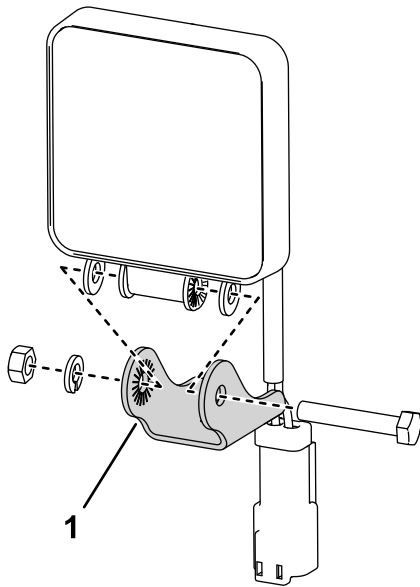

Bild 2
4. Entfernen Sie die kleinen Befestigungswinkel von den Arbeitsscheinwerfern Bild 2.